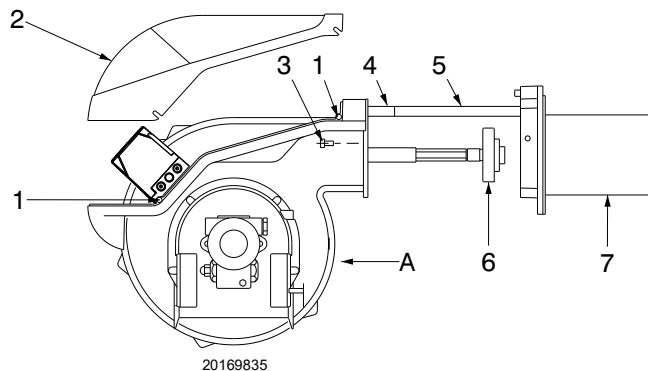

Abb. 37
- bewegen Sie den Teil A zurück und halten Sie ihn dabei leicht angehoben, um die Scheibe 6) auf dem Flammrohr 7) (Abb. 37) nicht zu beschädigen, und trennen Sie davor die Kabel der Zündelektroden.
Die Sicherung 2)(Abb. 37) befindet sich im hinteren Teil des Steuergeräts. Zudem ist eine Ersatzsicherung 1) erhältlich, die nach dem Abbrechen der Lasche A) herausgezogen werden kann, durch die sie befestigt wird. Ist die Sicherung 2) unterbrochen, muss sie ausgewechselt werden, wie in Abb. 37 dargestellt.